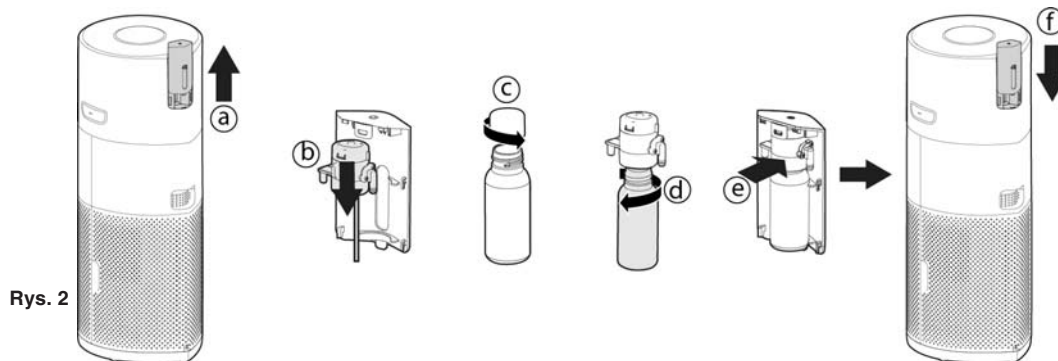

Rys. 1
1. Zespół filtracyjny [Rys. 1]